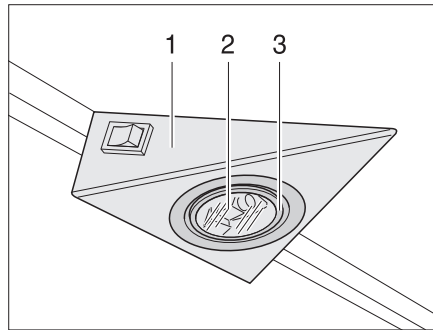
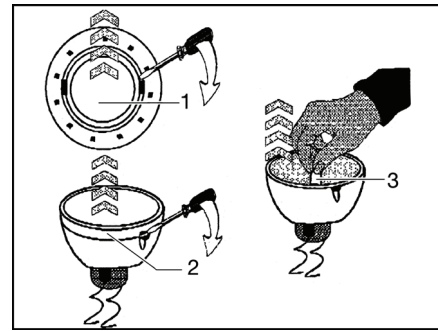

Bild 158 Halogeneinbauleuchte
Bild 159 Halogenlampe wechseln
Die Halogeneinbauleuchte ist in einem Gehäuse (Bild 158,1) versenkt eingebaut.
- Inneren Abdeckring (Bild 158,3 bzw. Bild 159,1) mit einem geeigneten flachen Werkzeug (z. B. Schraubendreher) vom Gehäuse lösen.
- Abdeckring mit der Glasscheibe (Bild 158,2) abnehmen.
- Halogenlampe (Bild 159,2) entfernen.